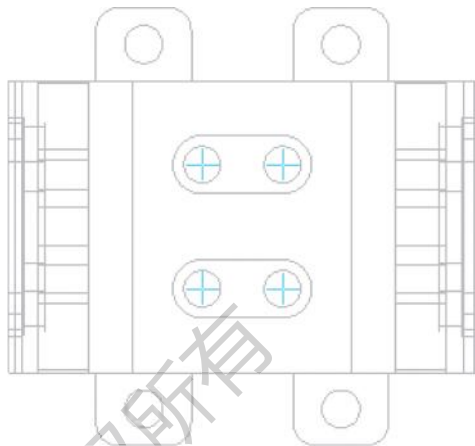

图 11-41 选择孔的圆心
1) 选择【刀路】/【钻孔】命令，系统弹出【选取钻孔的点】对话框，选择如图 11-41 所示 4 个孔的圆心位置，单击【确定】按钮 。